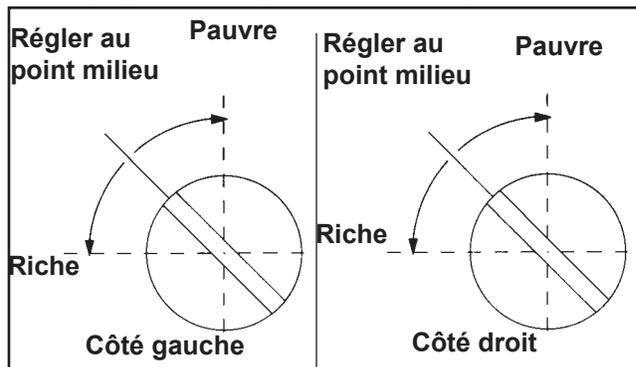

Figure 5-13. Configurations optimales de réglage du ralenti à vide.
- a. Tourner l'un des pointeaux de réglage du ralenti à vide (dans le sens inverse des aiguilles d'une montre) par rapport au réglage préliminaire jusqu'à ce que la vitesse du moteur ne diminue (riche). Observer la position du pointeau. Tourner maintenant le pointeau de réglage (dans le sens des aiguilles d'une montre). La vitesse du moteur pourrait augmenter, elle diminuera ensuite dès que le pointeau sera tourné dans le sens des aiguilles d'une montre (pauvre). Observer la position du pointeau. Mettre le pointeau de réglage à moitié entre les réglages riche et pauvre. Voir la Figure 5-13.